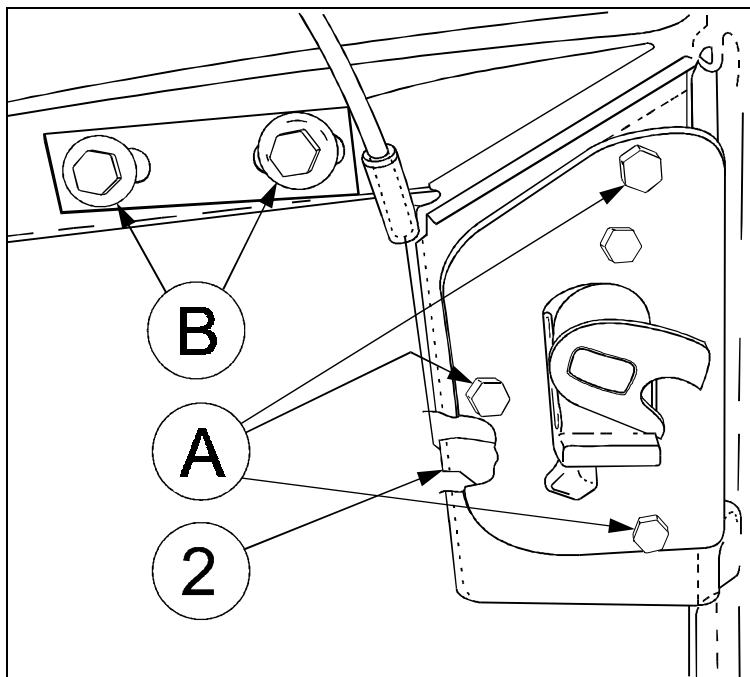
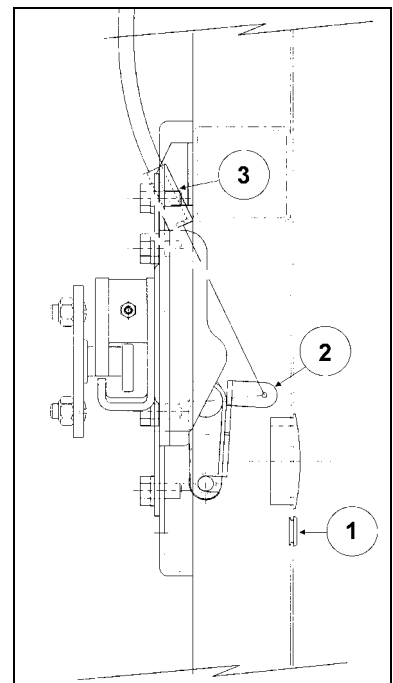

Figure 1
Figure 2
2. Dévisser les trois vis retenant le loquet de la porte (A, Fig. 1). Retirer l'assemblage du loquet.
3. Retirer la tirette d'ouverture de la porte du condenseur. Boucher le trou que la tirette occupait avec le bouchon (1, Fig. 2) fourni dans l'ensemble de correction.
8. Installer la plaque de support de la gaine sur la structure du véhicule. Utiliser les trous filetés existants. Ajuster la plaque pour que le câble soit aligné correctement et que le loquet puisse fonctionner aisément (B, Fig. 1).
9. Installer la plaquette de connexion sur le loquet et passer la partie pliée du câble dans le trou prévu à cet effet dans la plaquette (2, Fig. 1 ou 2, Fig. 2). Utiliser une vis M6x20 (Prévost #502622), une rondelle frein M6 (# 502565) et un écrou M6 (#502570) fournis dans l'ensemble. Bien serrer l'extrémité de la gaine dans la partie prévue à cet effet de la plaque de support (3, Fig. 2).